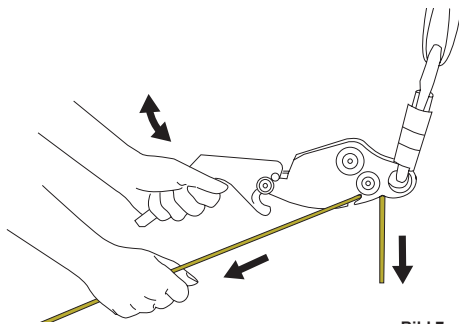

Bild 7
8. Du reglerar nedfiringens hastighet genom att hålla ena handen på handtaget och andra handen på linan under bromsen. Börja med linan i vinkel ut från spåret. Se till att nedfiringsbromsen är upp och nedvänd. Starta nedfiringen genom att dra handtaget uppåt (bild 7). Tryck ned eller släpp handtaget om du vill avbryta nedfiringen. Öka eller minska friktionen genom att låta linan löpa in i eller bort från den smala delen av spåret (se bild 3B). Håll alltid i linan under bromsen med ena handen så att nedfiringen blir mer kontrollerad.